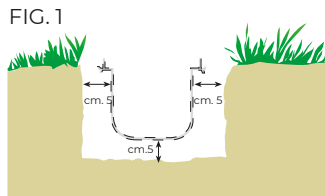

FIG. 1
2) Utiliser un coffrage en bois pour obtenir un remplissage de béton plus large d'au moins 5 cm. que le caniveau à poser. Continuer la pose comme rapporté à la figure 1.